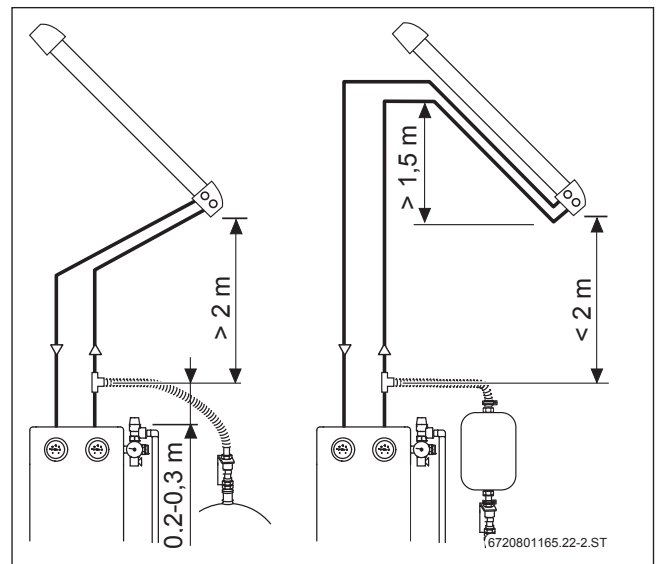

Bild 160 Abstand zum Kollektorfeld (SKR)
- ▶ Wenn die Mindestrohrleitungslänge oder der Mindesthöhenabstand **nicht** eingehalten werden kann: Am Kollektorfeld mit Vorlauf und Rücklauf einen „Leitungssack“ von mindestens 1,5 m Höhe bilden ( $\rightarrow$  Bild 160).